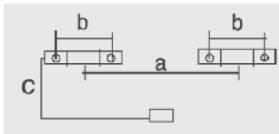

Рис. 2
- Для того, чтобы просверлить в стене 4 отверстия диаметром 12 mm и глубиной 65 mm в соответствии с параметрами, указанными на Рис. 2, воспользуйтесь ударным перфоратором;